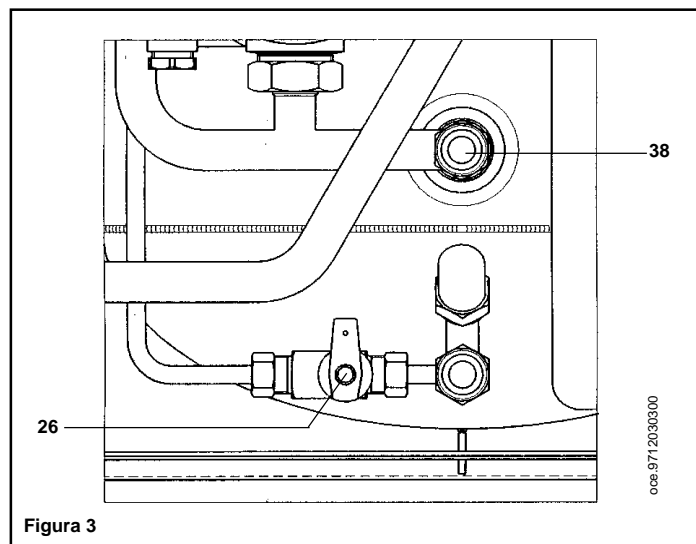

Figura 3
Importante: Verificare periodicamente che la pressione letta sul manometro (14) visibile aprendo la porta anteriore, ad impianto freddo, sia di 0,5 - 1 bar. In caso di sovrappressione agire sul rubinetto di scarico caldaia (38 figura 3 e 4).
Nel caso sia inferiore agire sul rubinetto di caricamento della caldaia (26 figura 3).
Importante: Controlar periódicamente que la presión, leída en el manómetro (14), visible abriendo la puerta anterior, con instalación fría, sea 0,5 - 1 bar. En caso de sobrepresión obrar sobre el grifo de desagüe caldera (38 de figura 3 y 4).